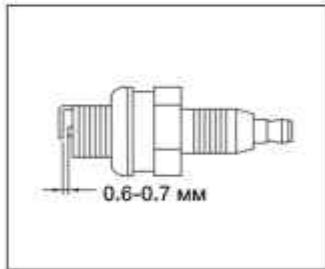

Рис. 16
- Замените заглушку, если центральный электрод изношен закрученным на конце. Искровой зазор 0,6-0,7 мм (**рис. 16**)